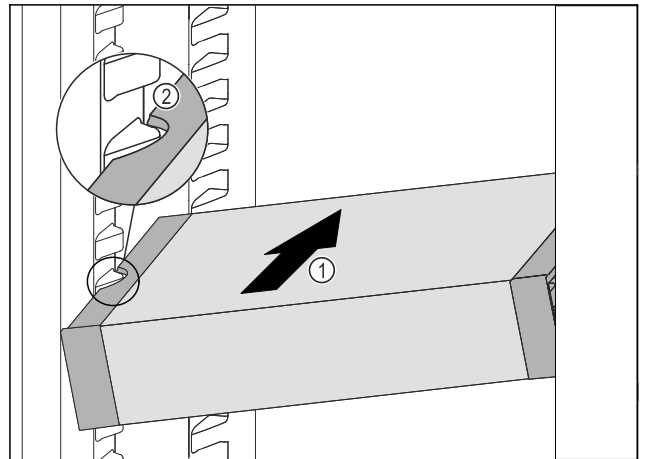

Fig. 94
- ▶ VarioSafe schräg in das Kühlteil einschieben Fig. 94 (1), bis sich die seitlichen Aussparungen Fig. 94 (2) des VarioSafes auf Höhe der Behälterrippe im Kühlteil befinden.